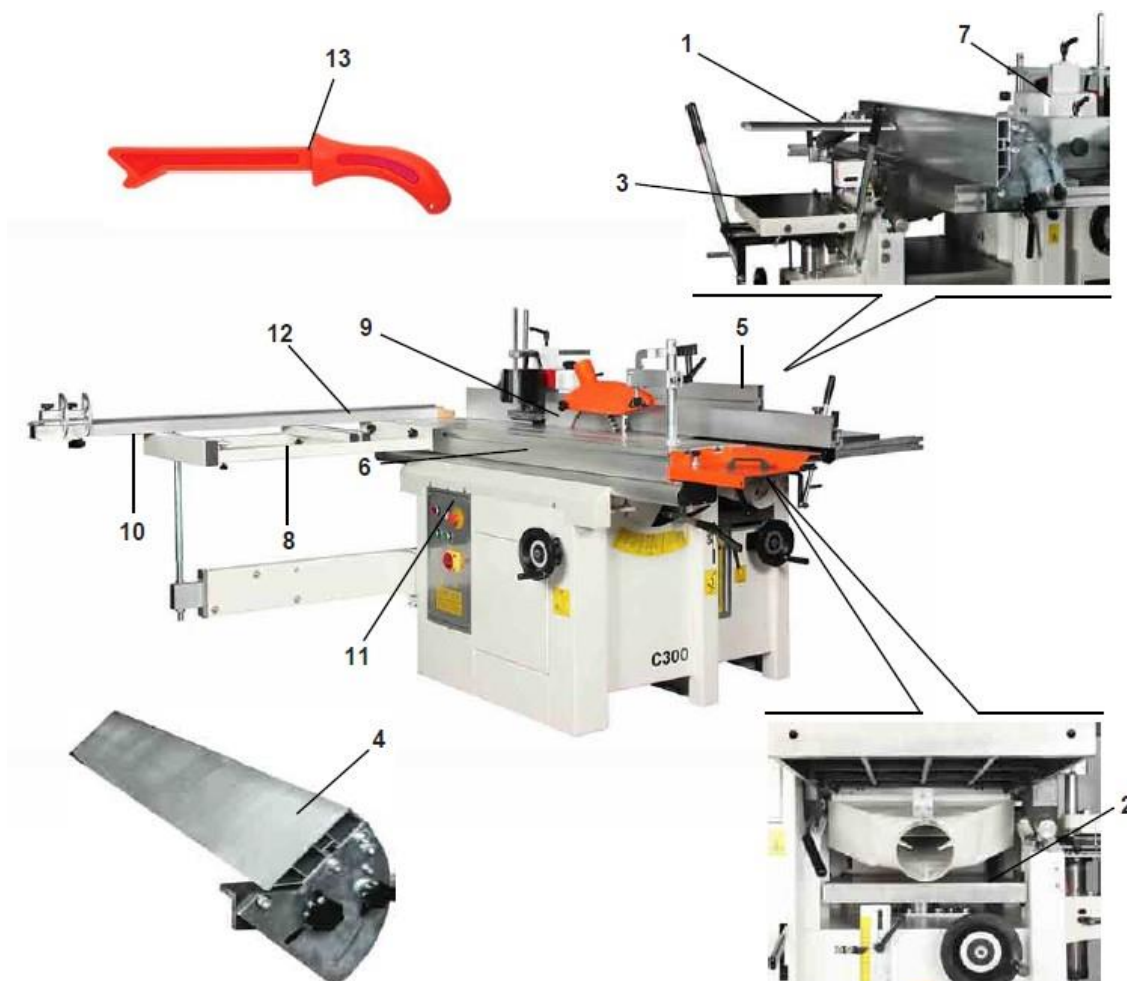

Рис. 6
4.1.1. Общий вид станка представлен на рис.6,